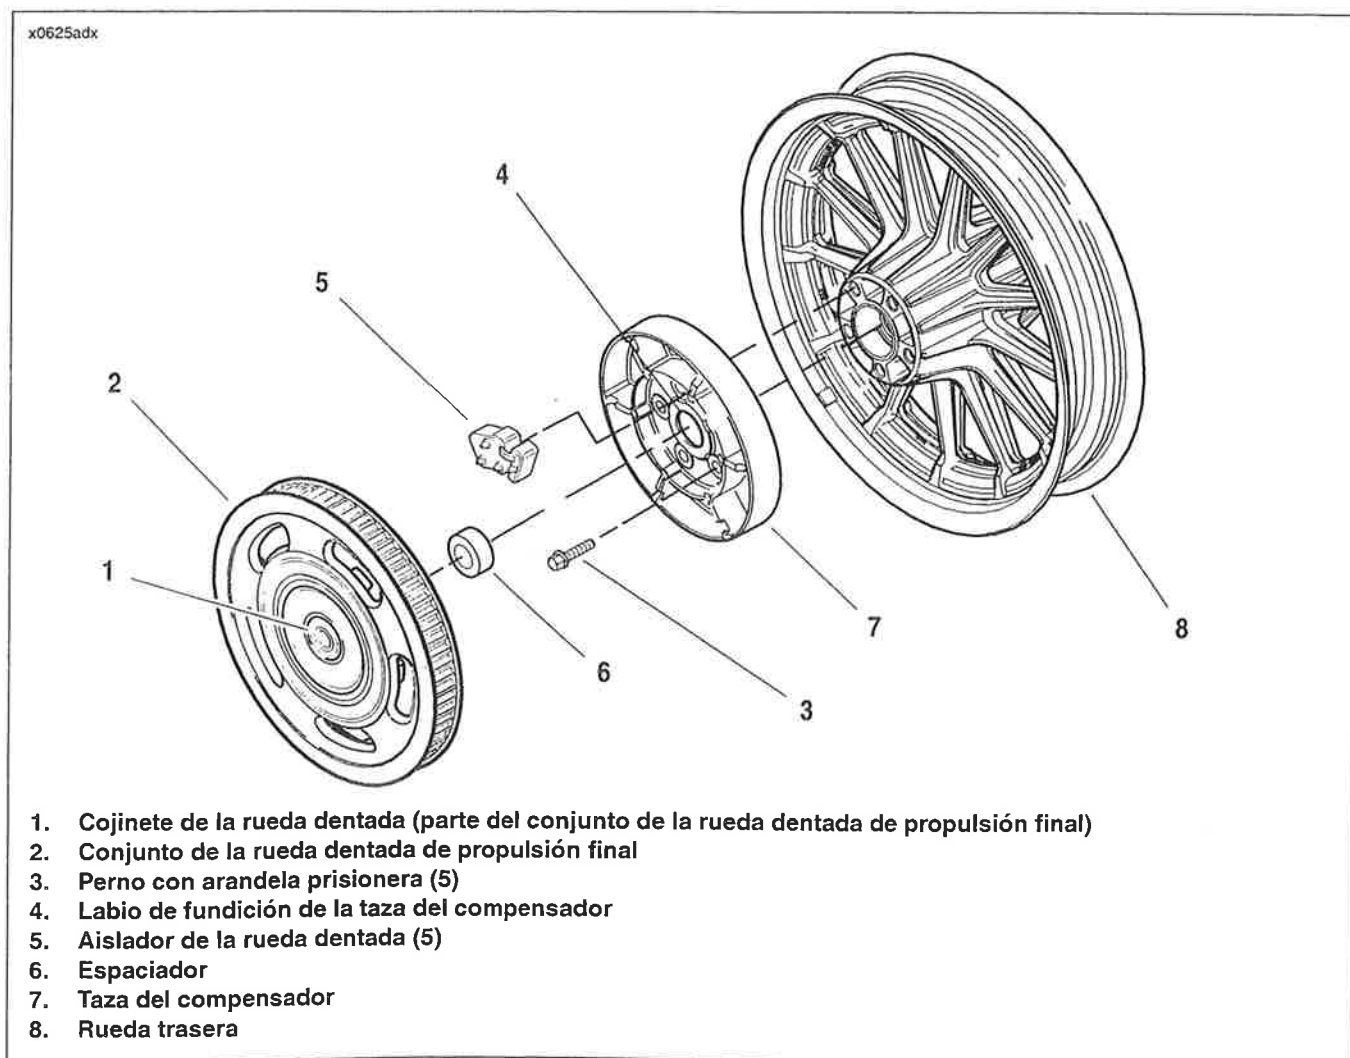

Figura D-1. Rueda dentada de compensación
2. Vea la Figura D-1. Quite el conjunto de la rueda dentada de propulsión final (2) y el espaciador (6).
3. Extraiga los aisladores de la rueda dentada (5) de la taza del compensador (7).
1. Vea la Figura D-1. Limpie el interior de la taza del compensador (7) y la rueda dentada de propulsión final (2) con un trapo húmedo limpio.
2. Revise el cojinete de la rueda dentada (1). Si la superficie del cojinete está áspera, o si el cojinete tiene fuga de grasa, reemplace el conjunto completo de la rueda dentada y el cojinete.
3. Inspeccione los aisladores de la rueda dentada (5) para asegurarse de que no estén dañados, deteriorados, ni que les falten pedazos o tengan desechos excesivos, además de las marcas del desgaste normal. Reemplácelos si es necesario.
- Vea la Figura D-1. Extraiga la taza del compensador (7) de la rueda trasera (8) solamente si es necesario. Los pernos (3) se usan solamente una sola vez. Si se quitan, deben desecharse y reemplazarse con pernos **nuevos**.
1. Vea la Figura D-1. Si la taza del compensador (7) ha sido quitada, instale la taza en la rueda trasera con **nuevos** pernos con arandelas prisioneras (3). Apriete los pernos a 74,6-88,2 N·m (55-65 lb-pie) en un patrón en estrella (apriete perno de por medio hasta que los cinco estén apretados).
3. Vea la Figura D-1. Instale el espaciador (6) colocándolo en el labio de fundición de la taza (4).